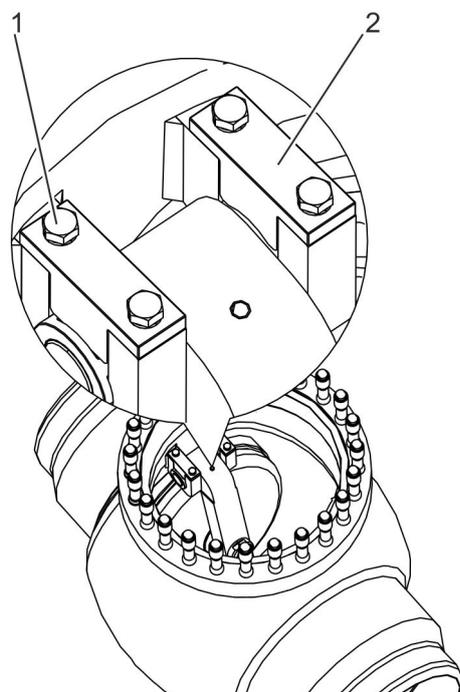

Abb. 36: Halterungen verschrauben
- 16.** Halterungen (Abb. 36/2) mit Scheiben und Schrauben (Abb. 36/1) in den Haltestücken befestigen.